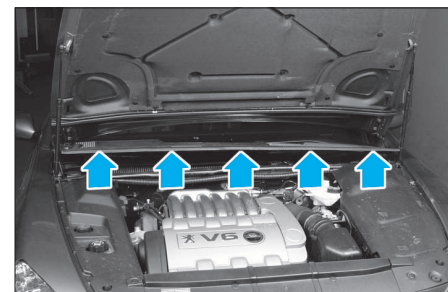

FIG. 2
- la grille d'auvent en la retirant de ses languettes (Fig.2) puis en dégageant ses accroches de la baie de pare-brise.